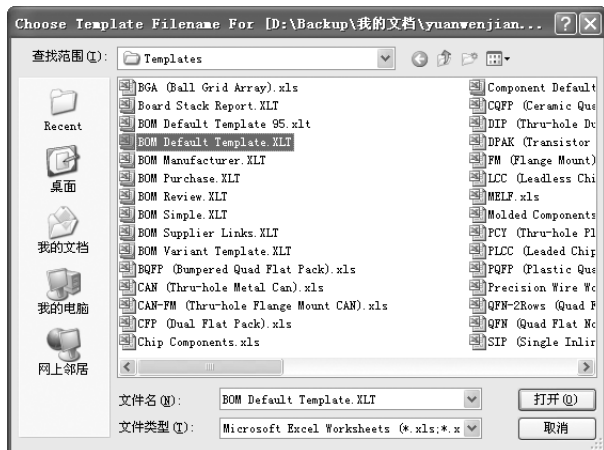

图 4-58 选择模板文件
7) 在元件报表对话框中，单击 按钮，在“X:\Program Files\AD 14\Template”目录下，选择系统自带的元件报表模板文件“BOM Default Template.XLT”，如图 4-58 所示。